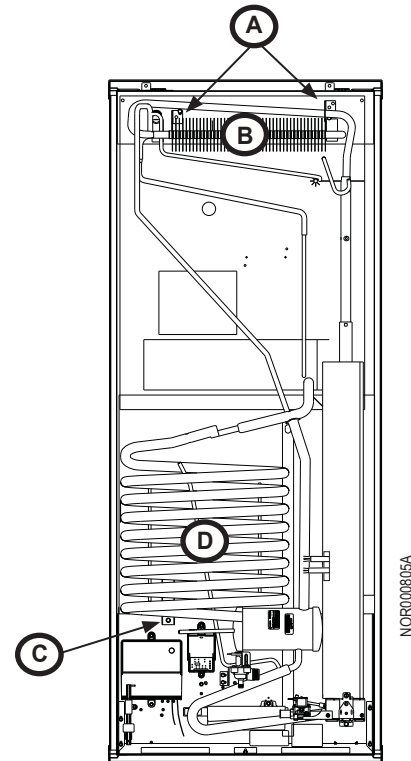

Fig. 9: Tornillos de montaje de la unidad refrigerante
1. Saque los tornillos (Fig. 9, A) (2x) que sujetan el condensador (Fig. 9, B) a la parte trasera del refrigerador. Póngalos aparte.
2. Saque el tornillo del absorbedor (Fig. 9, C) (2x) que sujeta las bobinas del absorbedor (Fig. 9, D) a la parte trasera del refrigerador. Póngalos aparte.
1. Ponga un tornillo (2x) (Fig. 9, A) a través del soporte del condensador en cada extremo del condensador (Fig. 9, B) para fijar el condensador en el gabinete del refrigerador. NO apriete el tornillo completamente todavía.
2. Ponga un tornillo (1x) (Fig. 9, C) a través del soporte del absorbedor, en el absorbedor (Fig. 9, D) para fijar el absorbedor en el gabinete del refrigerador. NO apriete el tornillo completamente todavía.